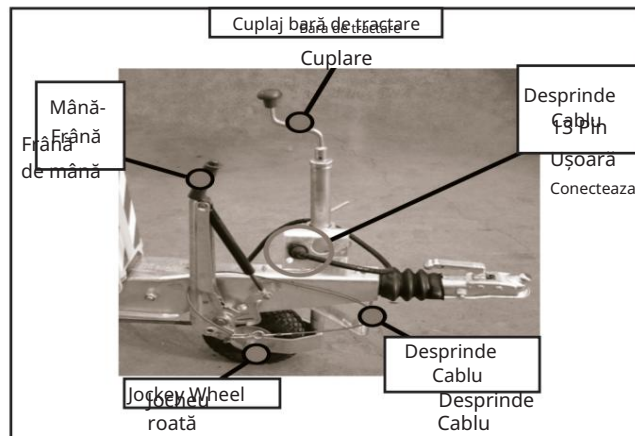

Figura 23 - Ilustrația unei roți jockey.
5. Folosiți roata jockey pentru a ridica sau a coborî cuplajul barei de remorcare pentru a poziționa mașina deasupra cârligului cu bilă de 50 mm de pe vehiculul tractor (consultați Figura 23).